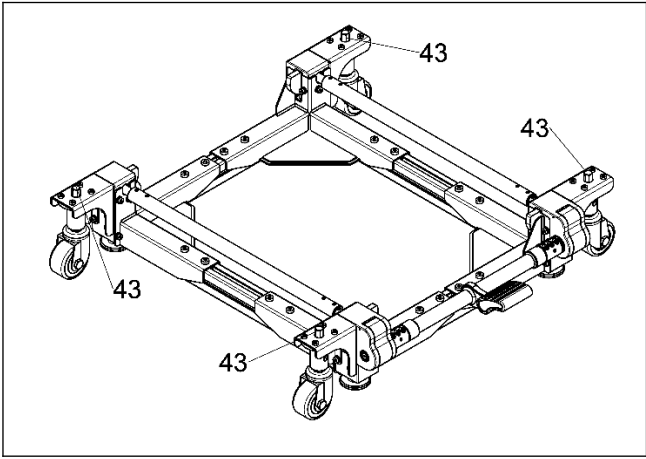

图 18
a.使用两用扳手“D”旋转调节丝杆“43”（顺时针旋转，滚轮上升；逆时针旋转，滚轮下降），使得台面水平且所有滚轮均与地面接触，确保所有支脚底面与地面距离大于 10mm。（见图 18）